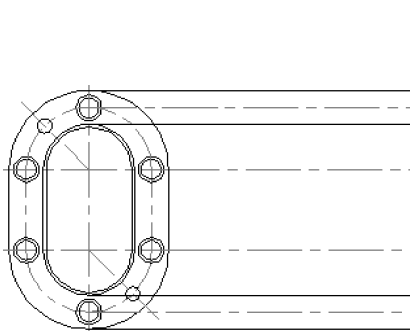

图 14-7 绘制定位直线
(1) 绘制定位线。单击“默认”选项卡“绘图”面板中的“直线”按钮 --- ，以主视图中的特征点为起点，利用正交功能绘制水平投影线，结果如图 14-7 所示。